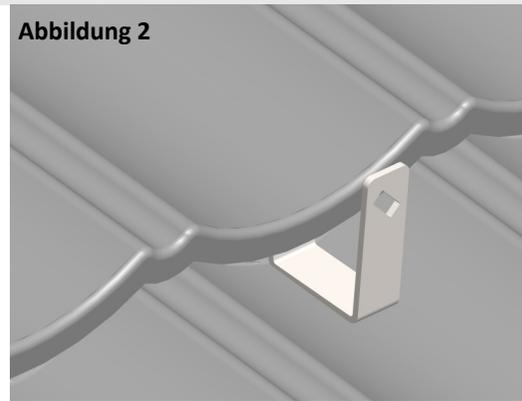

Abbildung 2
- Darüberliegende Dachplatte nach Herstellervorschrift montieren. (Abbildung 2)